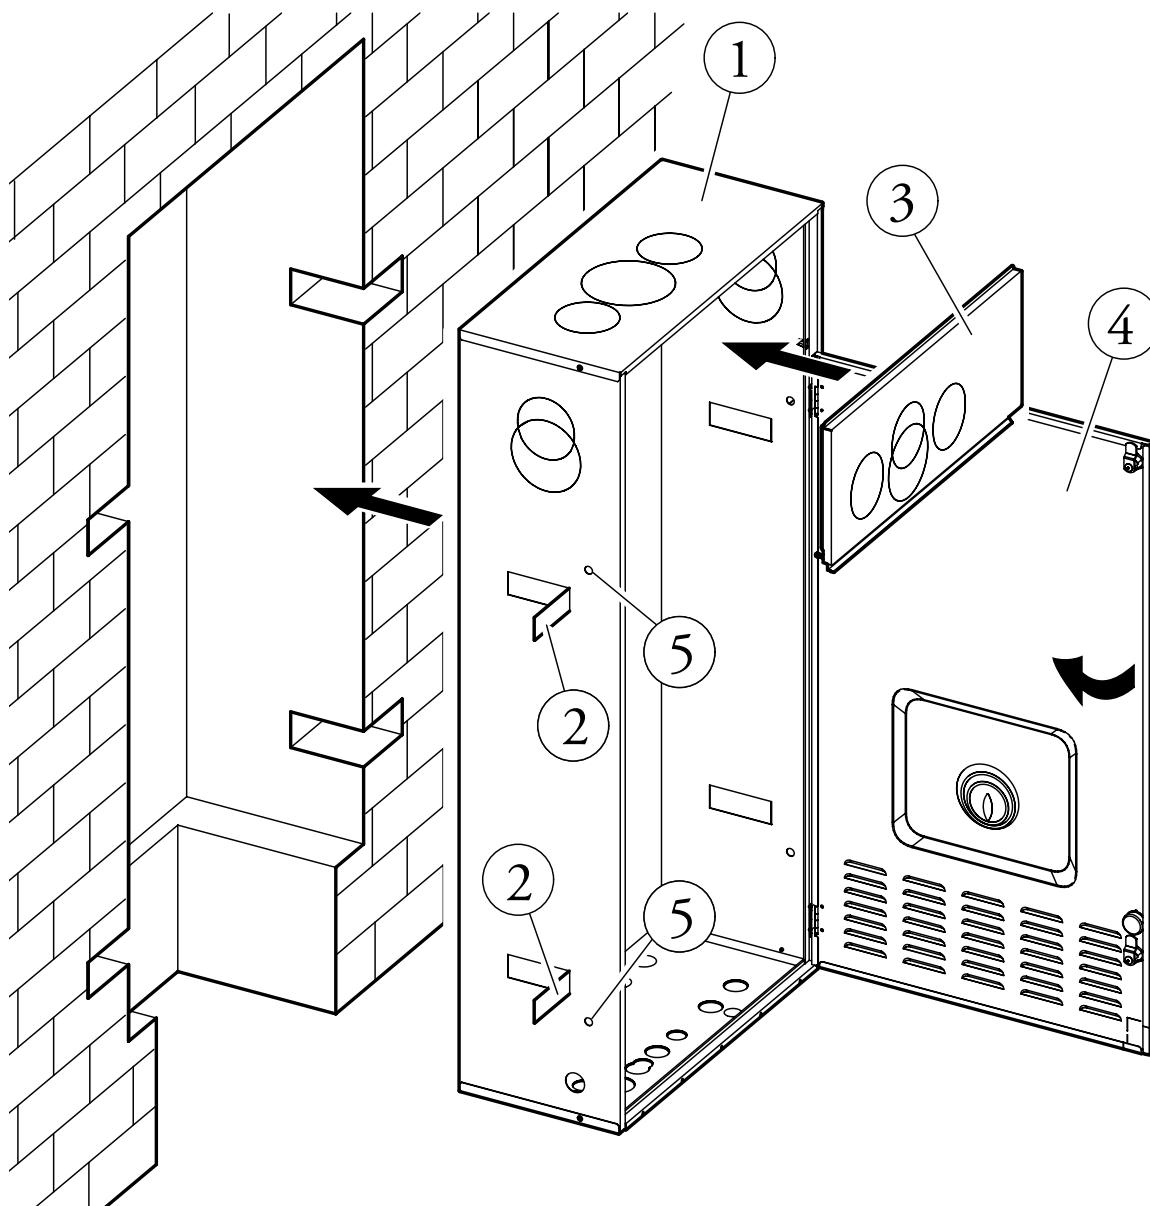

Fig. 2
- Predisporre le opere murarie creando un'apertura nella parete dove verrà installato il telaio (1), facendo attenzione di prevedere lo spazio per i quattro spacchi per inserire le rispettive alette di sostegno (2) e uno spazio sotto il telaio sufficiente per poter effettuare gli allacciamenti di caldaia (Fig. 2).
- E' possibile inoltre fissare il telaio al muro mediante tasselli non forniti utilizzando gli appositi fori (5)
- La nicchia viene chiusa dal coperchio superiore (3) dove è possibile far uscire la fumisteria e dal portello (4), dove è presente la griglia per l'aspirazione dell'aria, il quale è apribile mediante la maniglia e solo dopo avere sbloccato le due serrature poste in verticale per poter accedere alla caldaia.